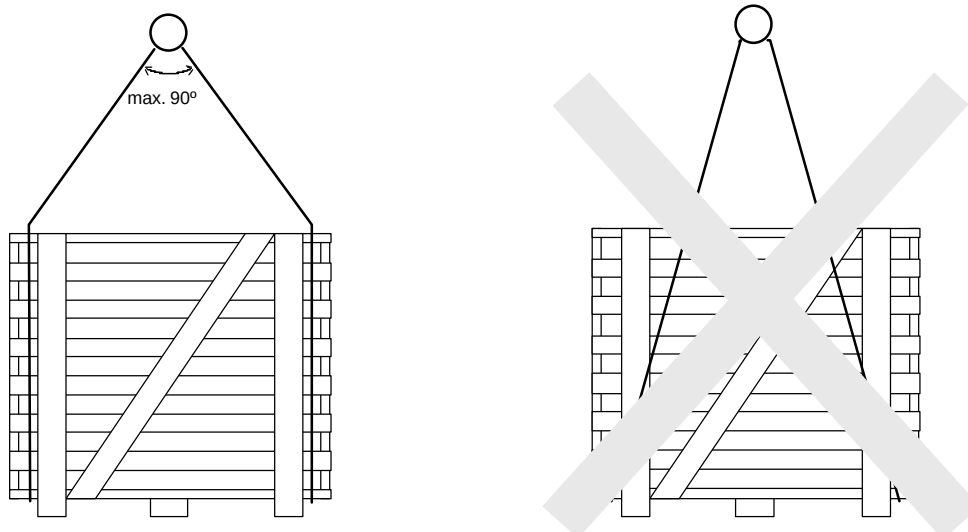

fig. 2
* IF CABLES OR SLINGS USED FOR MACHINE TRANSPORT, THE ANGLE FORMED BETWEEN THEM CANNOT EXCEED 90° (REFER TO FIG. 2, 3 & 4).
* SI SE UTILIZAN CABLES O ESLINGAS PARA EL TRANSPORTE DE LAS MAQUINAS EL ANGULO QUE FORMAN ENTRE SI NUNCA DEBE SUPERAR LOS 90° (VER FIG. 2, 3 y 4).
* SI L'ON UTILISE DES CABLES OU DES ELINGUES POUR LE TRANSPORT DES MACHINES IL FAUT QUE L'ANGLE FORMÉ ENTRE ELLES N'EXCEDE LES 90° (VOIR FIG. 2, 3 et 4).
MODELS H2055, H2090 AND H2130, REFER TO *fig. 2* FOR POSITION OF SLINGS. OTHERWISE, THE CRATING AND THE WASHER COULD BE DAMAGED.
EN LOS MODELOS H2055, H2090 Y H2130, LA COLOCACION DE LAS ESLINGAS DEBE SER SEGUN LA *fig.2*. EN CASO CONTRARIO EXISTE EL RIESGO DE DAÑAR TANTO EL EMBALAJE COMO LA LAVADORA.
POUR LES MODELES H2055, H2090 ET H2130, IL FAUT PLACER LES ELINGUES SUIVANT LA *fig. 2*. AUTREMENT, IL Y A LE RISQUE DE DETRIORER L'EMBALLAGE ET LA MACHINE.